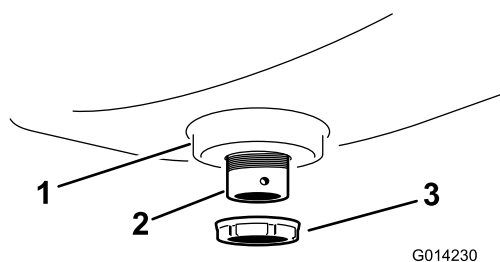

Figure 8
2. Fixez le raccord de traversée au réservoir de rinçage au moyen d'un écrou à embase en plastique (Figure 8).